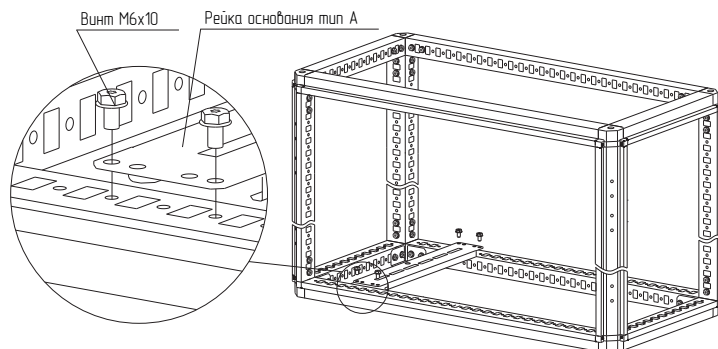

Рисунок 33
4.18.2 Установить рейку основания тип А на основание или крышу и закрепить винтами с самонарезающей резьбой М6×10 (рисунок 33). Момент затяжки – 7 Н·м.